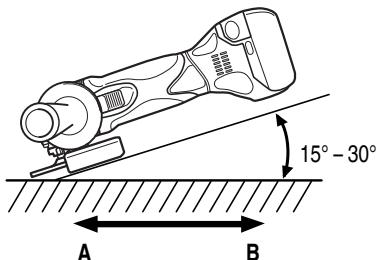

Fig. 8
Cerciórese de que el botón pulsador esté desenganchado presionándolo dos o tres veces antes de conectar la alimentación de la amoladora. (Fig. 8)
- Utilice el ángulo de amoladura apropiado. Realice la operación de amoladura con el borde de la rueda levantando la amoladora de 15 a 30°, como se muestra en la Fig. 8.
- Mueva la amoladora en el sentido apropiado. Cuando utilice una rueda de disco abombado nueva en el sentido A (Fig. 8), el borde de la rueda puede cortar la pieza de trabajo. En este caso, realice la operación de amoladura en el sentido B (Fig. 8). Cuando se haya gastado el borde de la rueda, la pieza de trabajo podrá amolarse en ambos sentidos.